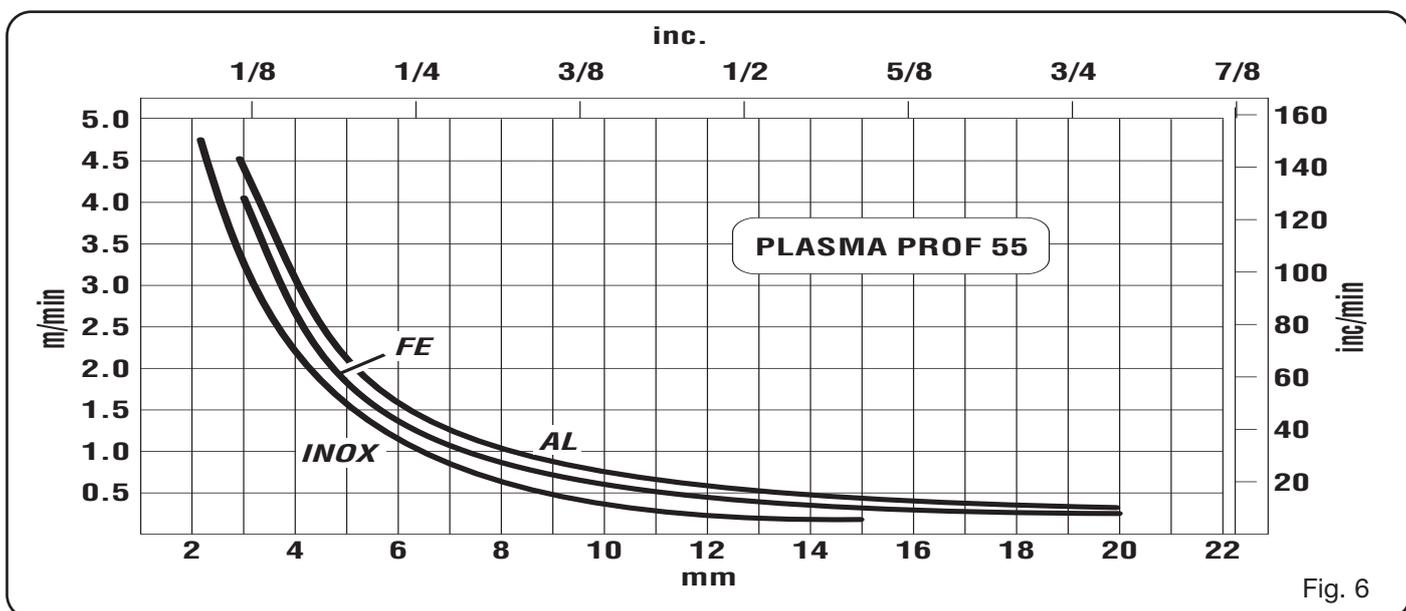

Fig. 6
Hvis der opstår behov for at udføre runde skæringer anbefales det, at man anvender den specielle cirkelføring, der kan leveres ved bestilling. Det er vigtigt at huske på, at brug af cirkelføringen kan gøre det nødvendigt at anvende ovennævnte begyndelsesteknik (fig.6). Hold ikke pilotlysbuen tændt i luften uden grund, for ikke at øge sliddet på elektroden, diffusoren eller dysen.
- Emnet har for stor tykkelse (se oversigten over skærehastighederne, fig. 6)